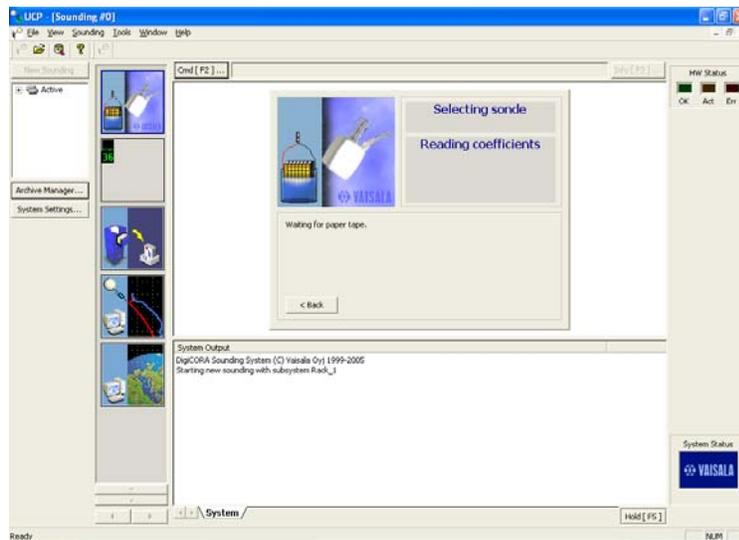

图 4
27. 点击 DigiCORA III 视窗左上部“新的探测”，让系统运行其启动检查。需要几分钟达到 100 %检查完毕。平米截图见图 4。（如果看不到“新的探测”，打开“归档”文件并关闭最后的探测文件。）